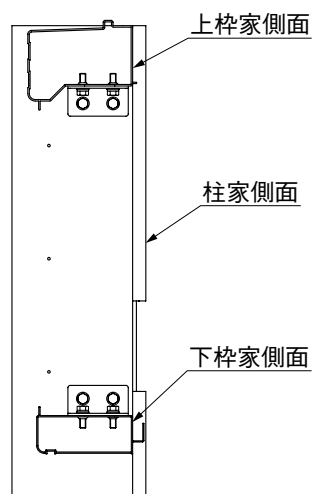

图2-2
② 柱の家側面と上桢・下桢の家側面がそろうように調整してから固定してください。(図2-2参照)